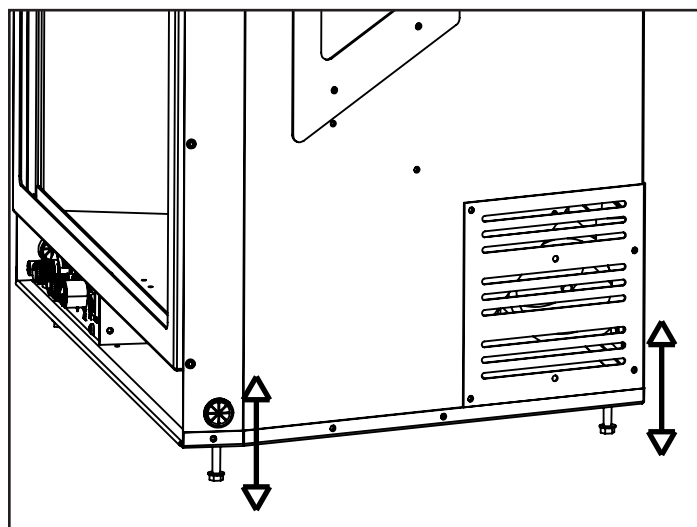

Figure 22: Position des pattes de nivellement.
8. Ajustez les pattes de nivellement pour vous assurer que l'unité est au niveau et assez élevé dans le cas où il y aurait une installation d'une étagère de base et/ou élévateur. Il y a quatre pattes de nivellement en dessous de l'unité (montré à la figure 22).